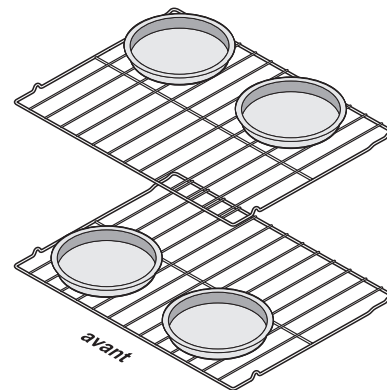

Figure 77: Agencement des plats de cuisson pour obtenir les meilleurs résultats
- Pour de meilleurs résultats lors de la cuisson des gâteaux sur deux grilles voir à les placer en position 3 et 5 et disposer les plats comme indiqué dans Figure 77